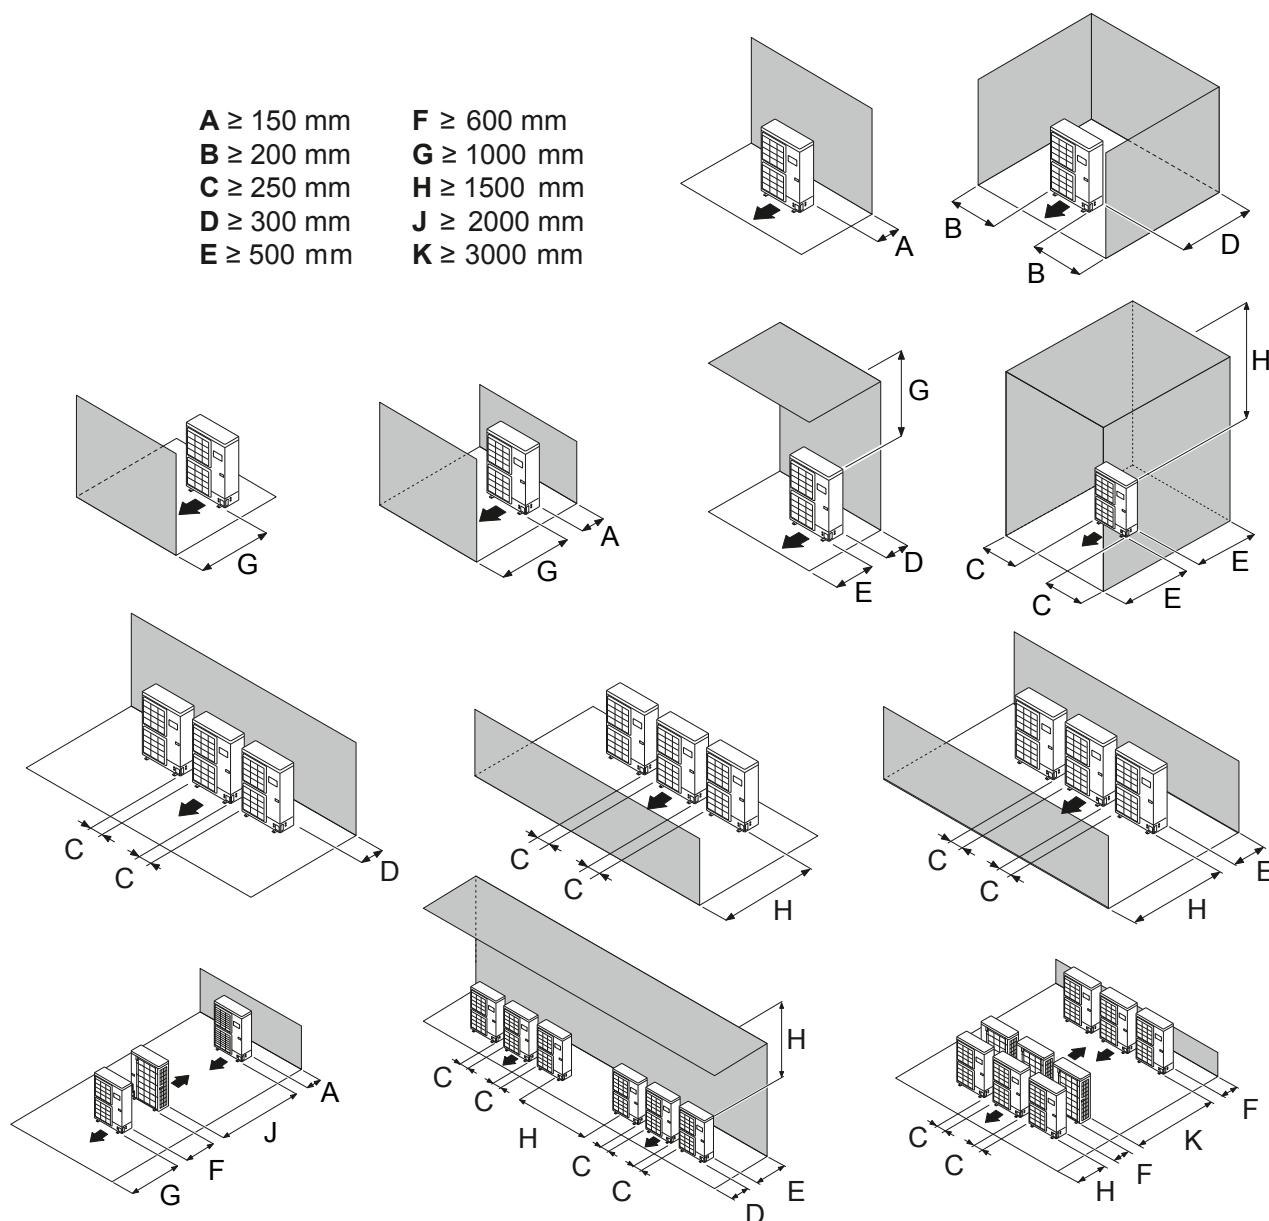

fig. 13 - Dégagements minimum d'installation autour de l'unité extérieure (tous modèles)
- L'appareil doit être parfaitement accessible pour les travaux d'installation et de maintenance ultérieurs (fig. 13).
- Aucun obstacle ne doit entraver la circulation de l'air à travers l'évaporateur et en sortie du ventilateur (fig. 13).